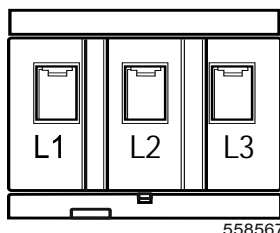
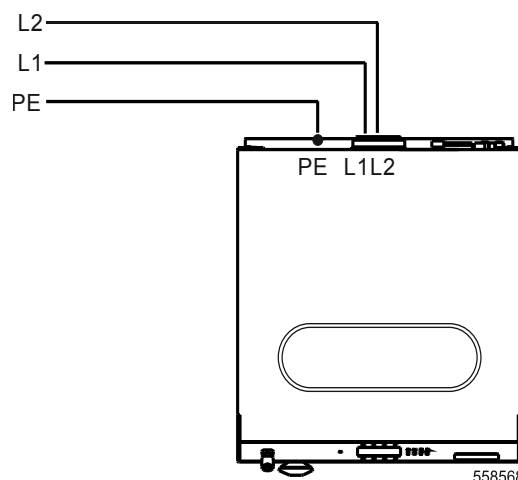
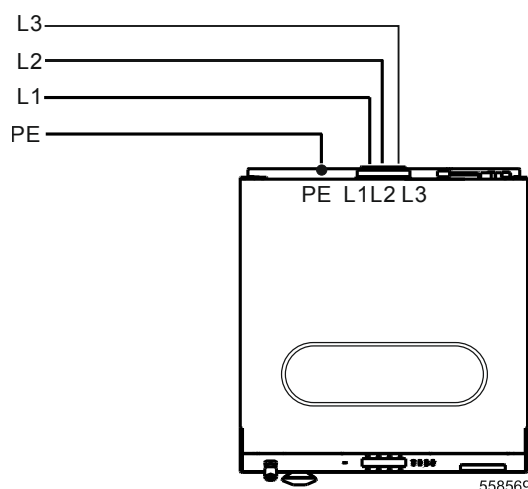

Fig. 29 Quadro de bornes de conexão da máquina
Fig. 30 Modelos para a América do Norte – conexão de uma fase
Fig. 31 Modelos para a América do Norte - conexão de três fases para a
- Ligue os condutores com o quadro de bornes da máquina. Conexão do cabo de alimentação, vide fig 30. Quadro de bornes de conexão da máquina, vide fig 29.
- Ligue os condutores com o quadro de bornes da máquina. Conexão do cabo de alimentação, vide fig 31. Quadro de bornes de conexão da máquina, vide fig 29.